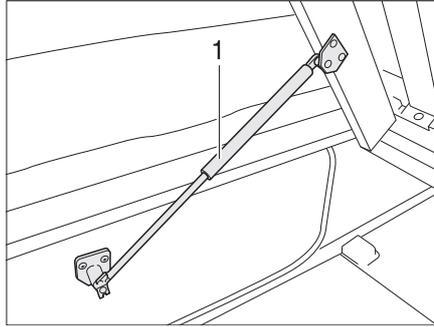

Bild 66 Festes Bett
- Lattenrost anheben. Die Gasdruck-Federn (Bild 66,1) halten den Lattenrost in geöffneter Stellung.